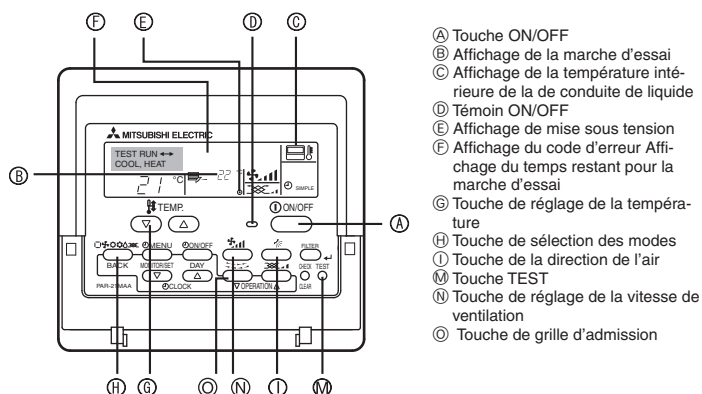

Fig. 7-1
7.2.1. Utilisation de la télécommande filaire (Fig. 7-1)
- ① Mettre l'appareil sous tension au moins douze heures avant l'essai de fonctionnement.
- ② Appuyer deux fois sur la touche [TEST] (ESSAI). ➔ Affichage à cristaux liquides « TEST RUN » (ESSAI DE FONCTIONNEMENT)
- ③ Appuyer sur la touche [Mode selection] (Sélection Mode) et passer en mode refroidissement (ou chauffage). ➔ Vérifier si la soufflerie souffle de l'air froid (ou chaud).
- ④ Appuyer sur la touche [Fan speed] (Vitesse soufflerie). ➔ Vérifier si la vitesse de la soufflerie change.
- ⑤ Appuyer sur [la touche de direction de l'air] ou sur [la grille d'admission]. ➔ Vérifier le fonctionnement des ailettes ou de la grille.
- ⑥ Vérifier le bon fonctionnement du ventilateur de l'appareil extérieur.
- ⑦ Arrêter l'essai de fonctionnement en appuyant sur la touche [ON/OFF] (Marche/Arrêt). ➔ Arrêt
- ⑧ Enregistrez un numéro de téléphone.